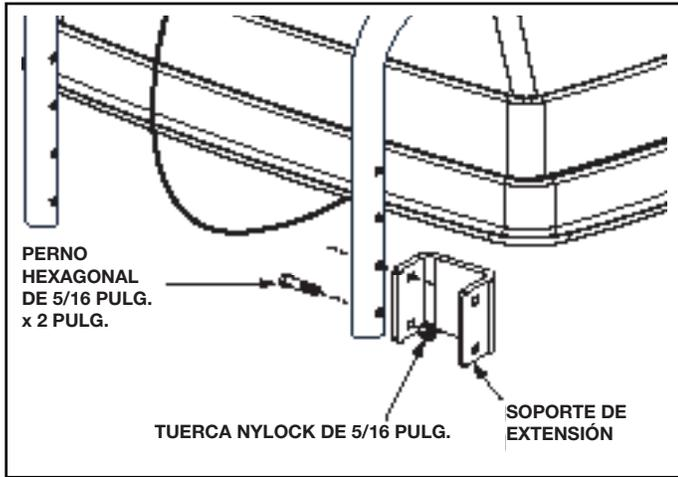

FIGURA 4
IMPORTANTE: Antes de continuar, determine si los soportes de montaje, cuando se fijan directamente al armazón del esparcidor se ajustan al bastidor del vehículo. Si necesitan separarse más, use los soportes de extensión mostrados en la Figura 4.
- Una los soportes de extensión a las patas del armazón del esparcidor. Use dos pernos hexagonales de 5/16 pulg. x 2 pulg. y las tuercas Nylock de 5/16 pulg. para cada soporte. **Apriete.** Véase la Figura 4.